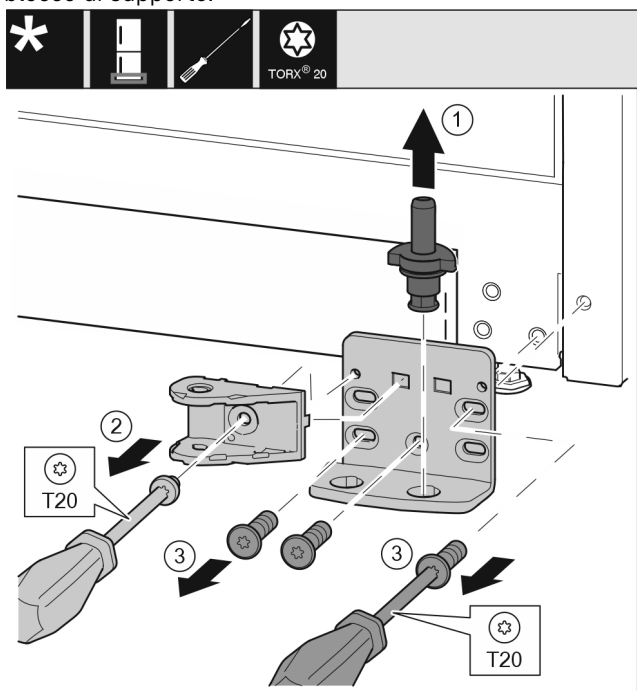

Fig. 40 *
- Estrarre completamente verso l'alto i perni di supporto Fig. 40 (1)*
- Svitare la vite con un cacciavite Fig. 40 (2) e rimuovere il collegamento dell'ammortizzatore di chiusura.*
- Svitare le viti Fig. 40 (3) con un cacciavite e rimuovere il blocco di supporto.*